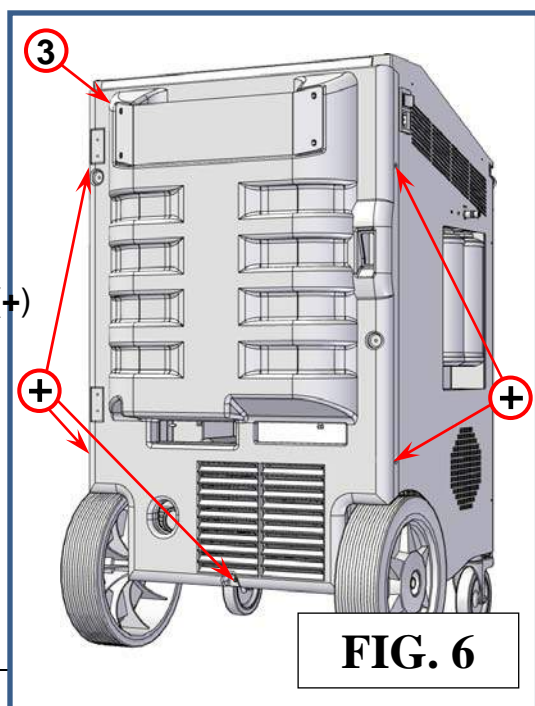

FIG. 6
3. Armação de plástico traseira, consulte a Fig.6